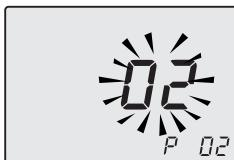

Рисунок 9.18
- Нажмите кнопку 17, чтобы перейти к параметру **P02** и вывести на дисплей соответствующее заданное значение: **02**= контроль горения GARC (Рисунок 9.18).